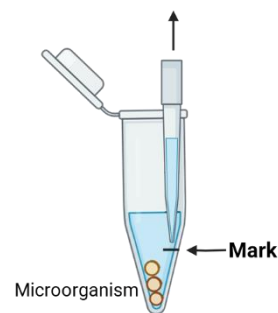

図 4. 菌のペレット
※微生物を吸わないよう、マーカラインより下にチップがいかないように注意して下さい (図 4 参照)。電動ピペットの吸引速度は最も遅い設定を使用して下さい。
- (19) インキュベーション終了後に、マーカーラインを遠心ローターの内側になるようにセットして下さい。
- (20) 16,000 x g、2 分、室温 (20 - 27°C) の条件で遠心して下さい。
- (21) ゆっくり遠心ローターごと安全キャビネット内に移して下さい。その後、マーカーラインを手前に向けて Magnet Stand にゆっくり移し替えて下さい。(22) の操作が行いやすいため、Magnet Stand にセットします。
- (22) 電動マイクロピペットを用いて SCDM 添加 Sample Tube からは 0.8 mL、TG 添加 Sample Tube からは 1.5 mL 上清を除いて下さい。
- ※微生物を吸わないよう、マーカーラインより下にチップがいかないように注意して下さい (図 4 参照)。電動ピペットの吸引速度は最も遅い設定を使用して下さい。
- (23) 検体ごとに、2 つの Sample Tube を 1 本にまとめます。SCDM 添加 Sample Tube 内に残った溶液に対してピペッティングを 10 回行った後、TG が入った Tube に溶液を移して 1 本にまとめて下さい。ピペッティングの際は、マーカーラインの反対の壁に菌が集積していることに注意して、吐き出す液をマーカーラインとは反対の壁にかけて、菌を回収するようにして下さい (図 4 参照)。